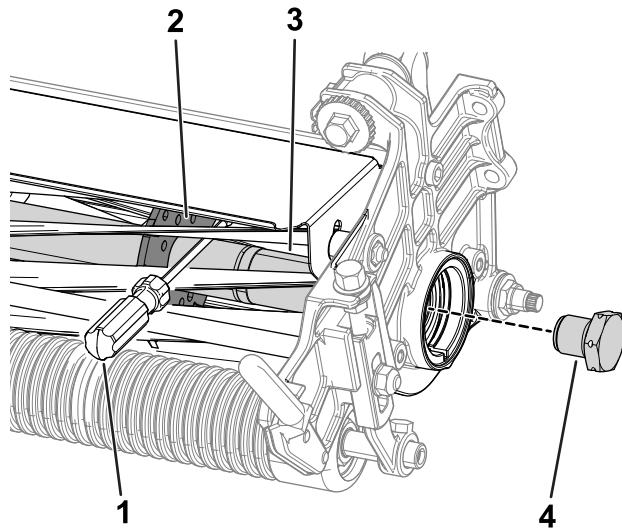

Figure 28
1. Insérez un levier à long manche ($\frac{3}{8}$ " x 12" avec manche de tournevis recommandé) à l'avant du cylindre de coupe, du côté le plus proche de l'unité de coupe que vous allez serrer (Figure 28).
2. Placez le levier contre le côté soudé de la plaque de support du cylindre (Figure 28).